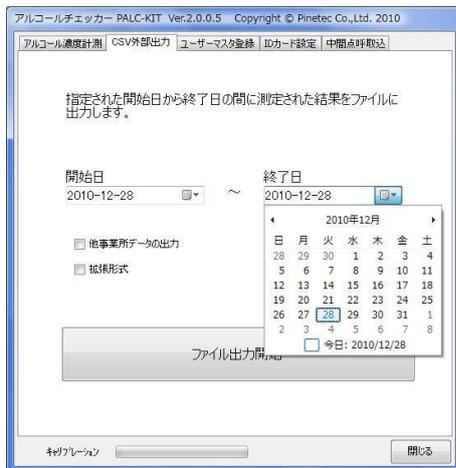
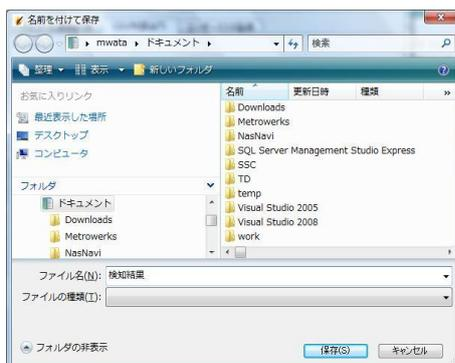

図 85 CSV 外部出力
図 86 ファイル名の指定
①「CSV 外部出力」タブを選択し、CSV 外部出力画面を表示します。
② CSV ファイルに出力したい測定結果の開始日と終了日を入力します。▼をクリックすることによりカレンダーが表示されますので、カレンダー上から日付を選択することも可能です。(図 85)
③必要に応じて「他事業所データ出力」「拡張形式」のチェックボックスにチェックを入れます。
④ [ファイル出力開始] ボタンをクリックします。
⑤「名前をつけて保存」画面が表示されたら保存したいファイル名を入力します。拡張子「.CSV」は自動的に付加されます。(図 86)